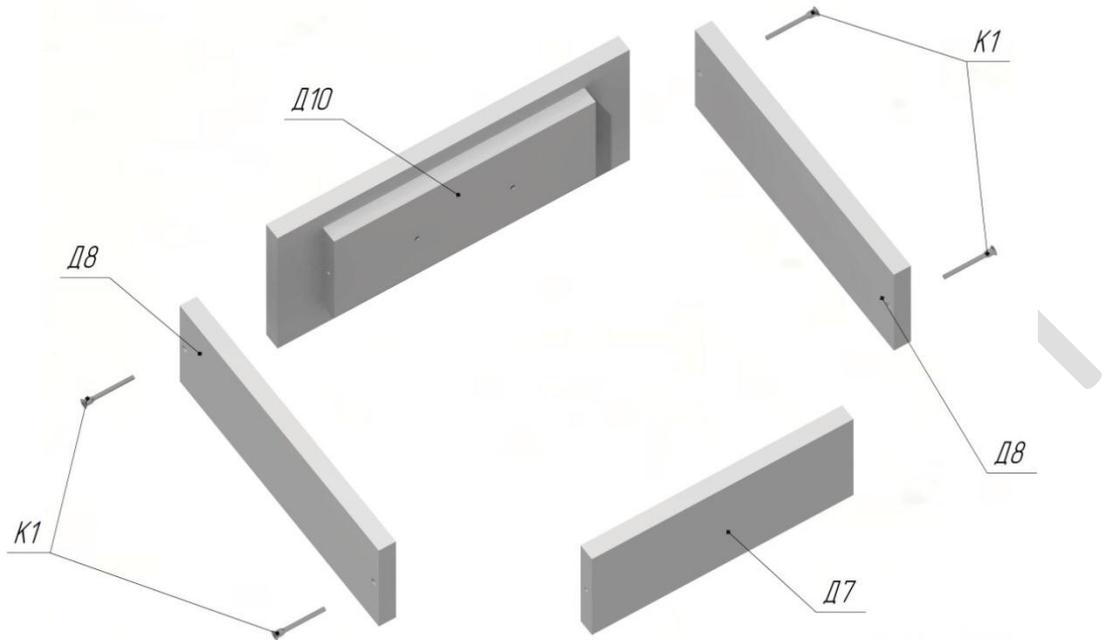

Рисунок 12
16. Соединить боковые стенки ящика Д8 (2шт.) с фасадом ящика Д10 при помощи конфирматов К1 (2шт.) См.Рис.12. **КОНФИРМАТЫ НЕ ЗАТЯГИВАТЬ!**
17. Вставить заднюю стенку Д7 в деревянный модуль ящика, закрепив конфирматами К1 (2шт). См.Рис.12.